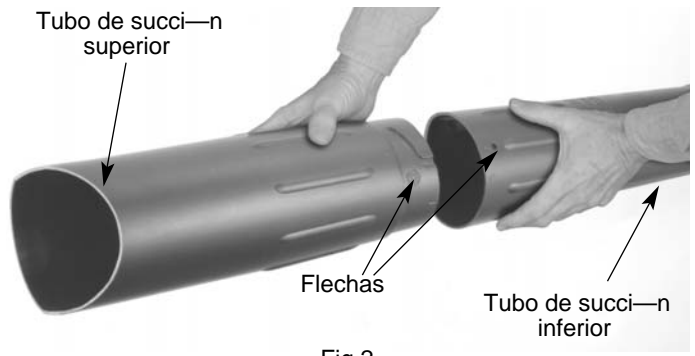

Fig. 2
1. Alinee la flecha del tubo de succi—n inferior con la flecha del tubo de succi—n superior (Fig. 2).